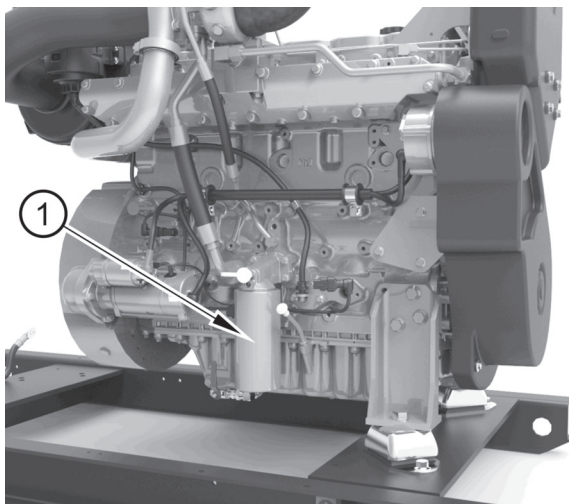
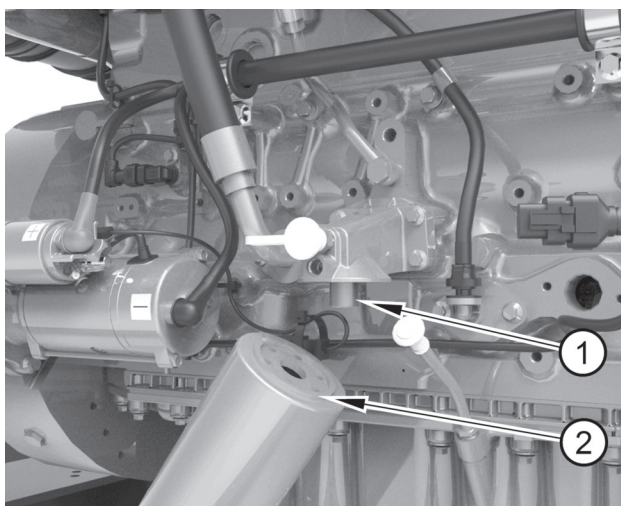

Figura 33
Figura 34
2. Saque el cartucho del filtro (figura 33, elemento 1) con la ayuda de una llave de cadena o herramienta similar. Asegúrese de que el adaptador (figura 34, elemento 1) esté bien colocado en el cabezal del filtro. A continuación, deseche el cartucho.